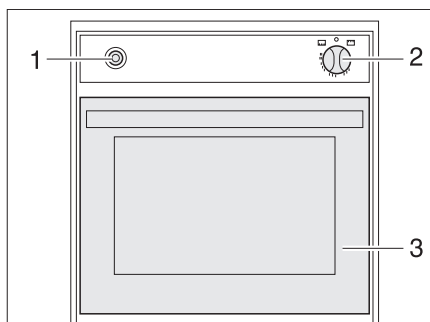

Bild 127 Gasugn
- Öppna ugnsluckan (Bild 127,3) helt.
- Tryck lätt på vridregulatorn (Bild 127,2) och ställ den på "fl" (ugn).
- Tryck på vridregulatorn (Bild 127,2) under 5 till 10 sekunder. Gasen strömmar till brännaren.
- Tryck på tändaren (Bild 127,1) tills lågan tänds.
- Ställ vridregulatorn (Bild 127,2) på "0". Flammen slocknar.